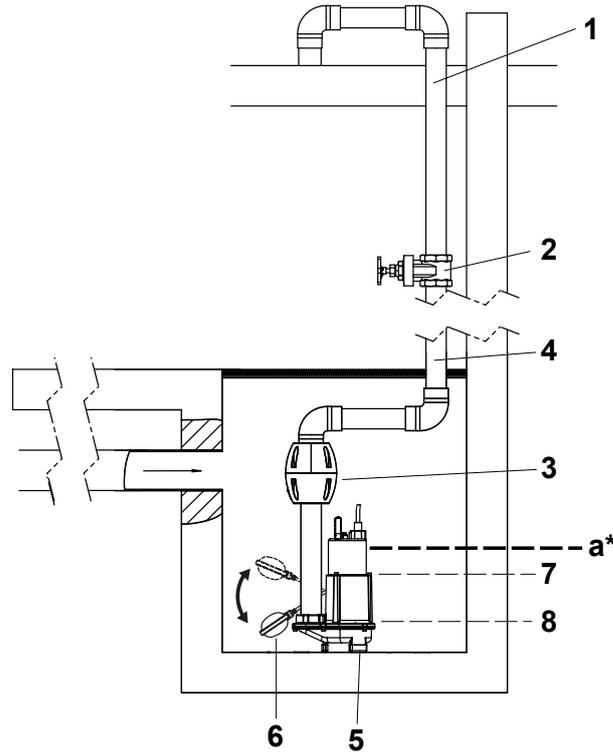

Figura 2 Exemplo de instalação, fossa de betão
- Acima de 60 °C até um máx. de 80 °C de temperatura média, o nível máximo da água (ver figura 2, marcada como "a" acima) não deve ser excedido. O cabo de alimentação da bomba deve ser fixo de forma a que não entre em contacto com o meio quando este se encontra acima de 60 °C.